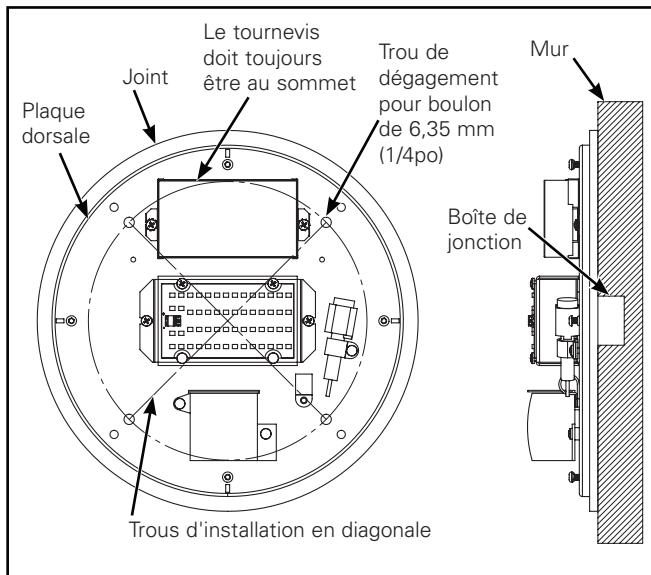

Figure 4 Installation du modèle plat
3. Centrez la plaque centrale sur un plafond ou mur plat et lisse au-dessus de la boîte de jonction. Utilisez la plaque centrale comme modèle pour disposer les emplacements des fixations. (Figure 4).
5. Alignez le luminaire sans la lentille aux quatre trous de montage. Pour une installation murale, notez que le tournevis sera orienté au sommet, tel qu'illustré à la (figure 4). Serrez les quatre fixations de montage de manière suffisante pour comprimer le boîtier au joint.